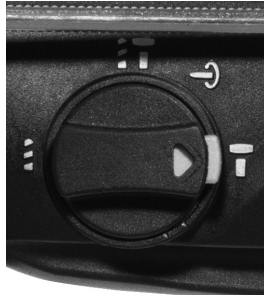

Fig. 7 – Modo rompedor
- Nesta função o mandril tem somente impacto sem rotação. É utilizada para quebrar, principalmente, alvenaria e concreto e remover revestimentos cerâmicos. Nestas aplicações devem ser utilizadas ponteiros ou talhadeiras (não acompanham o produto). Utilize-a apenas para pequenas operações, como por exemplo: remover algumas cerâmicas de uma cozinha ou limpeza de concreto de uma pequena área. Para selecionar a função rompimento, pressione a trava de segurança e gire a manopla (5) para a posição , conforme mostra a Fig. 7.